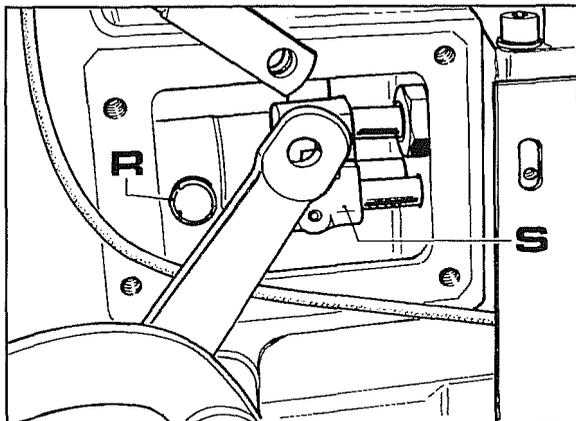

Abb. 8
- 2 Die Muffe **S** abziehen und die Federn **R** des Drucklagers entfernen, die in Abb. 8 gezeigt ist. Die Feder auf der Gegenseite entfernen.